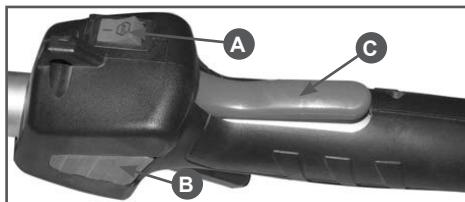

Рис. 7 Органы управления рабочей рукоятки
- Выключатель зажигания (A) Рис. 7 установите в положение «I». Удерживая рычаг блокировки курка газа (C) нажмите на курок газа. Для облегчения запуска зафиксируйте курок газа стопором (B).